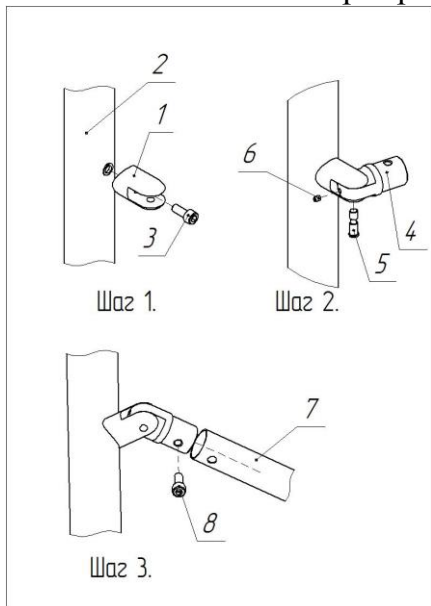

Рис.1 Схема сборки шарнира на стойке
6.2. Установите шарниры на стойке калитки согласно рис.1.
Закрепите вилку (1) (обозначения позиций см. рис.1) шарнира на стойке (2) с помощью винта (3) (M8x20).